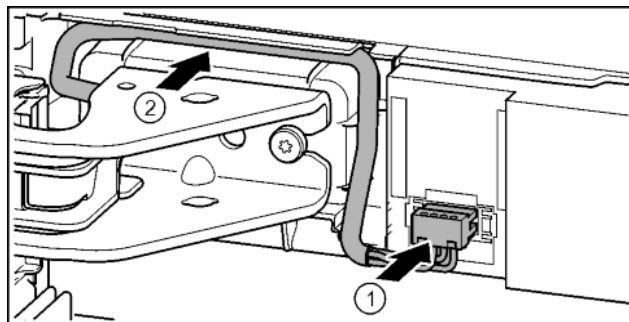

Fig. 37
- ▶ Wcisnąć wtyczkę nad górną płytką zawiasu i ostrożnie ułożyć w kanale skrętkę kablową. *Fig. 37 (1)*
- ▶ Szary kabel ostrożnie ułożyć w prowadnicy nad górną płytką zawiasu. *Fig. 37 (2)*